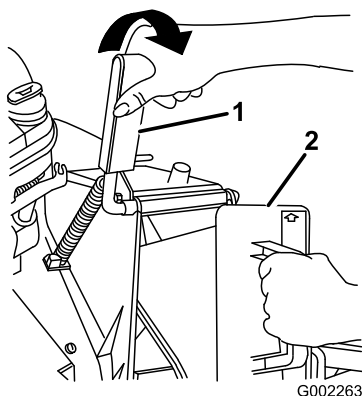

Figura 5
- Abra la puerta de descarga tirando del tirador hacia adelante y desplazándola hacia atrás (Figura 5). Sujete el tirador de la puerta para evitar que el muelle cierre la puerta mientras inserta el tapón.
2. Puesto que el tapón es algo más ancho que la abertura del conducto de descarga, gire el tapón ligeramente en el sentido de las agujas del reloj al insertarlo (Figura 5).